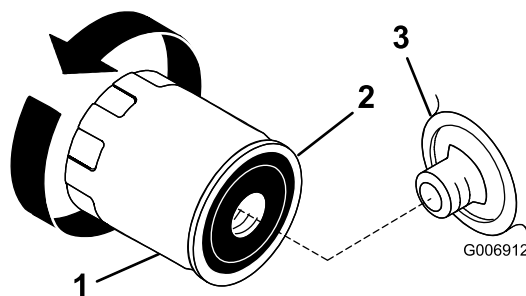

Figura 21
2. Togliere il filtro dell'olio usato e tergere la superficie della guarnizione del riduttore del filtro (Figura 21).
3. Spalmare un velo di olio nuovo sulla guarnizione di gomma del nuovo filtro dell'olio (Figura 21).
5. Girare il filtro in senso orario finché la guarnizione di gomma non tocca l'adattatore, quindi serrare il filtro di un altro 1/2 o 3/4 di giro (Figura 21).